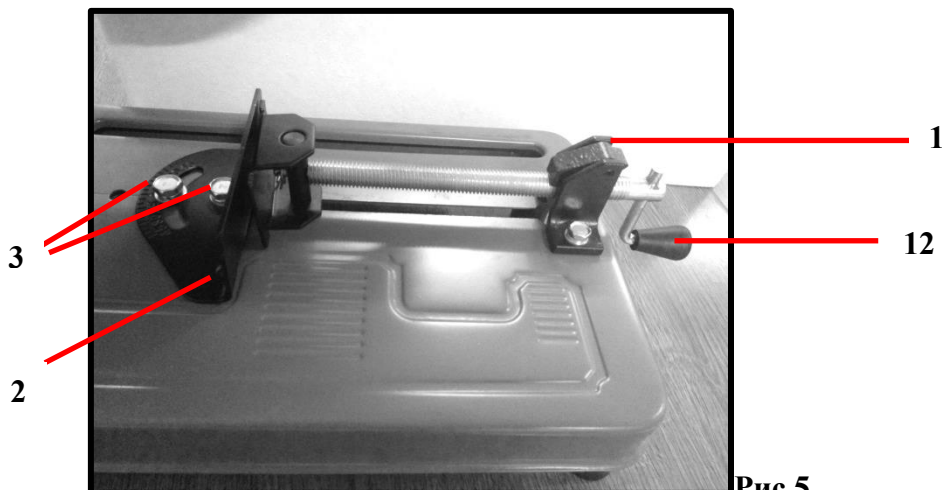

Рис.5
1. Ослабьте тиски, повернув рукоятку регулирования тисков **12** (рис.1 и рис.5) 5-6 раз против часовой стрелки.
2. Ослабьте колпачковые винты **3** (рис.5) упора с бесступенчатой установкой угла резания **2** (рис.1 или рис.5), поворачивая их против часовой стрелки с помощью прилагаемого ключа.
1. Чтобы использовать функцию быстрого освобождения, ослабьте губки тисков, повернув рукоятку регулирования тисков **12** (рис.5а) 2-3 раза против часовой стрелки.
2. Поднимите вверх фиксатор освобождения тисков **1** (рис.5а), чтобы освободить винт тисков.
Рис.5а